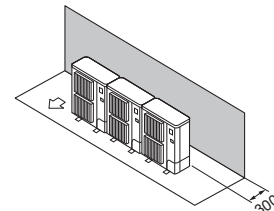

Fig. 2-9
- ① Enbart hinder på baksidan (Fig. 2-9)